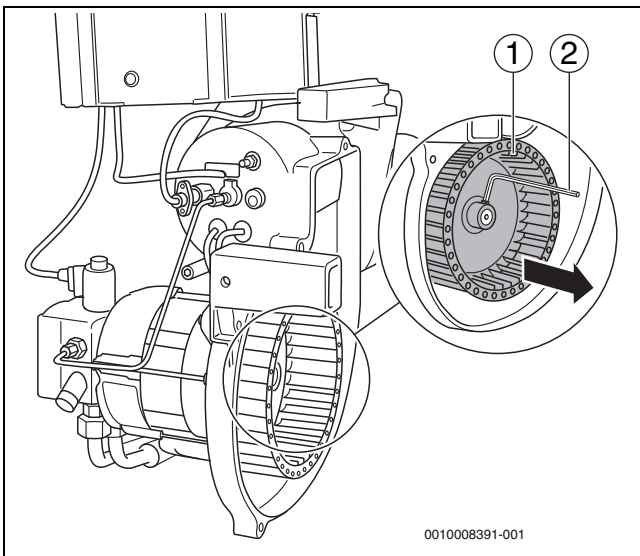

Bild 32 Gebläserad prüfen, gegebenenfalls reinigen
- ▶ Gebläserad (→ Bild 32, [1]) mit einem Innensechskantschlüssel (→ Bild 32, [2]) lösen und von der Welle ziehen.
- ▶ Gebläserad (→ Bild 32, [1]) wieder montieren.